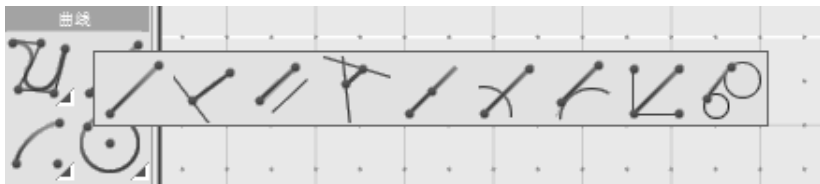

图 2-4 工具组浮动框
- 当某工具图标右下方包含一个黑色箭头图标时，则代表这里内含一组工具。按住鼠标左键弹出该组图标的浮动框，如图 2-4 所示，该浮动框直到选中其中一个工具后消失。若不选择其中工具，可用单击界面上的任意位置使其消失。